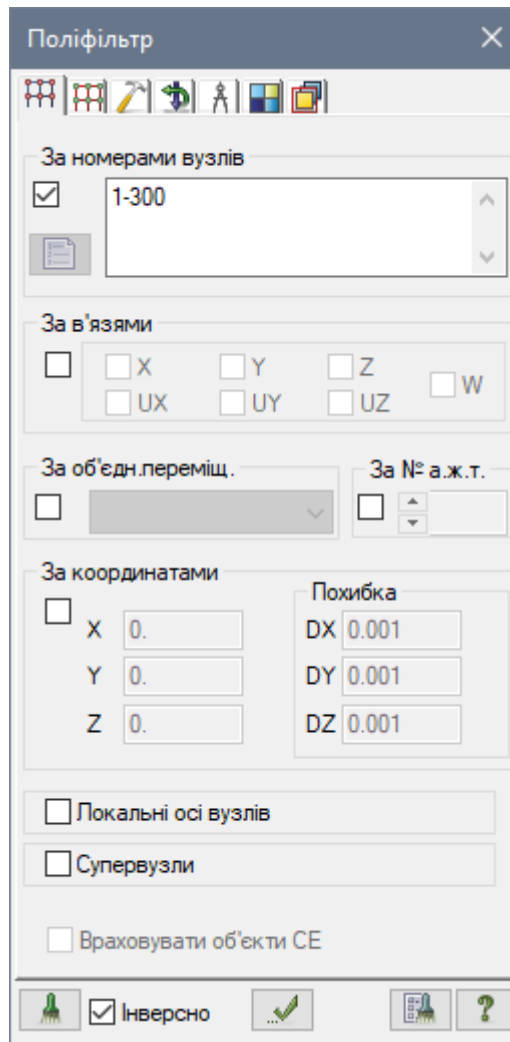

Рис. 6.5. Діалогове вікно ПоліФільтр
- Натисканням на кнопку  – **ПоліФільтр** на панелі інструментів **Панель вибору** (за умовчанням знаходиться в нижній області робочого вікна) відкрийте діалогове вікно **ПоліФільтр** (рис. 6.5).